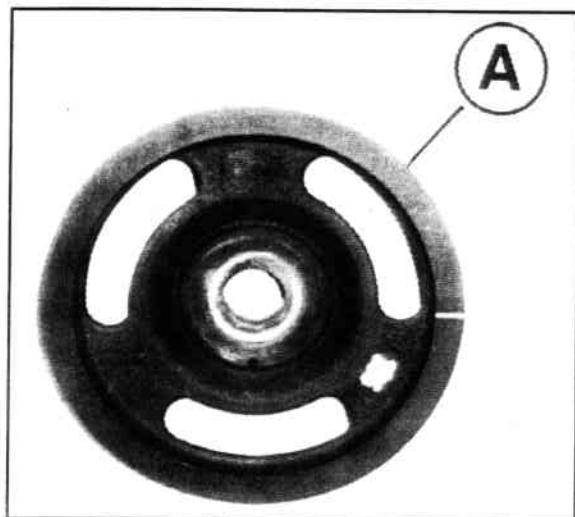

FIG. 3
- Smontare ed eliminare la puleggia motore (part. «A» di fig. 3) conservando il distanziale esistente fra puleggia e mozzo albero motore e la vite centrale di bloccaggio.
- Démonter et éliminer la poulie moteur (part. «A» de la fig. 3), en gardant l'entretoise existante entre la poulie et le moyeu de l'arbre du moteur et la vis centrale de blocage.
- Remove and discard the driving pulley (part «A» in Fig. 3) but keep the shim found between the pulley and the engine shaft hub as well as the central securing screw.
- Motorriemenscheibe (Teil «A» der Abb. 3) ausbauen und aus-scheiden. Das zwischen Riemenscheibe und Motorwellennabe zwischengelegte Abstandstück und mittlere Blockierschraube auf-bewahren.
- Desmontar y eliminar la polea motor (part. «A» de fig. 3) conser-vando el distanciador existente entre polea y cubo árbol motor y el tornillo central de bloqueo.